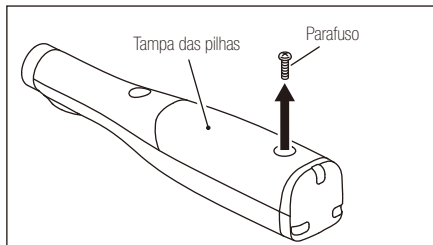

Fig. 14
- 3) Retire o parafuso que fixa a tampa das pilhas com uma chave de fendas Phillips. (Fig.14)